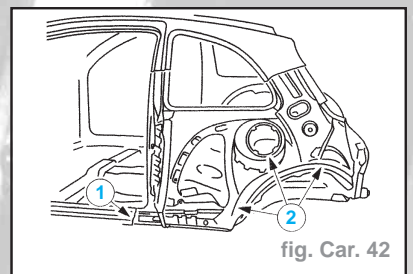

fig. Car. 42
- Préparer les pièces de carrosserie restées en place (fig. Car. 42) :
- souder par points la bande de raccordement au niveau de la découpe du panneau latéral de bas de caisse (1).
- appliquer du produit de protection de bords rabattus avant de mettre en place le panneau latéral sur le passage de roue et la zone d'ouverture du réservoir (2).